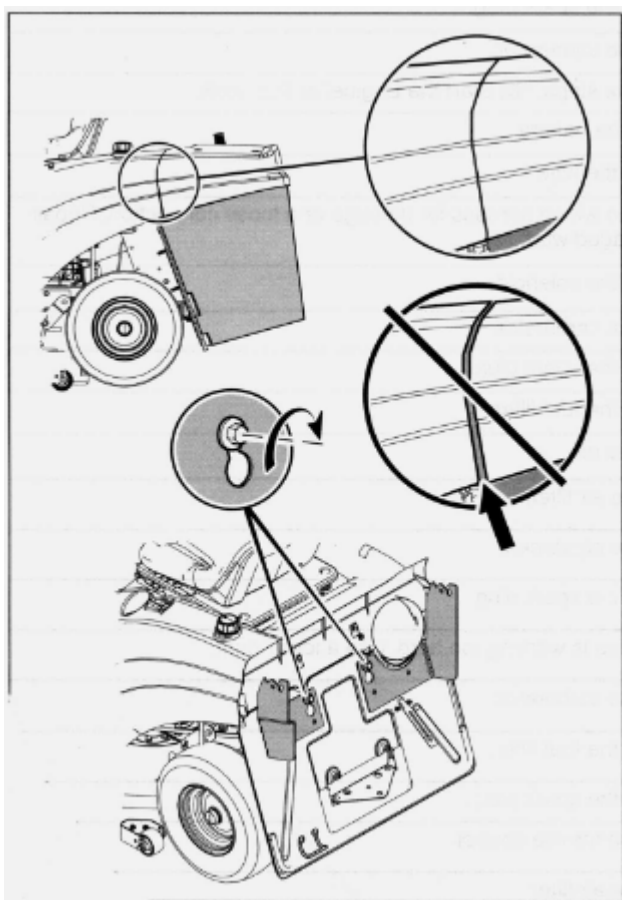

Рис. 38
2. При необходимости отрегулируйте положение сборника с помощью болтов, расположенных на задней стенке (см. рис. 38). При увеличении затяжки болтов кожух приближается к корпусу райдера, и при ослаблении затяжки – удаляется.